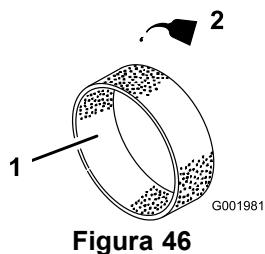

Figura 46
4. Applicate circa 30 – 60 ml d'olio sull'elemento (Figura 46).